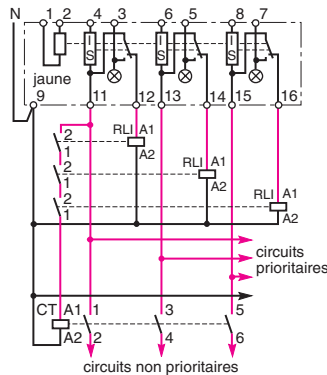

Fig. 7. Permet le délestage et le reletage de 3 phases sous simultané (récepteur triphasé sur circuit non prioritaire).
- délestage-reletage de récepteurs triphasés (fig. 7). Pour qu'un récepteur triphasé ne soit pas alimenté entre 2 phases (déséquilibre), lors d'un dépassement de seuil, il faut délester les 3 phases simultanément. La combinaison de 3 relais inverseurs avec un contacteur triphasé, branchés sur les circuits non prioritaires du CDS tri permet de répondre à cette condition